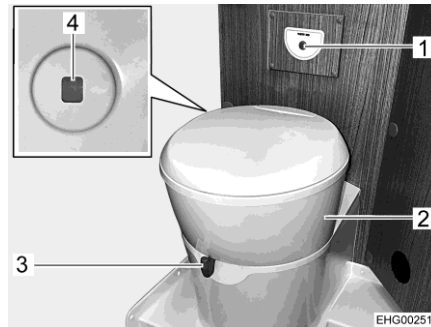

Bild 70 Toalett
Toalettskålen kan vridas till önskad position. Ta tag i toalettens överdel (Bild 70,2) med händerna och vrid.
Kontrollenheten med spolknappen (Bild 70,1) är placerad i närheten av toalettskålen.
Nivåindikeringen (Bild 70,4) ändrar färg från grönt till rött när latrintanken måste tömmas.
- Öppna spjället på toaletten före spolning. Skjut för detta spjällspaken (Bild 70,3) moturs.
- För att spola, tryck på den blå spolknappen (Bild 70,1).